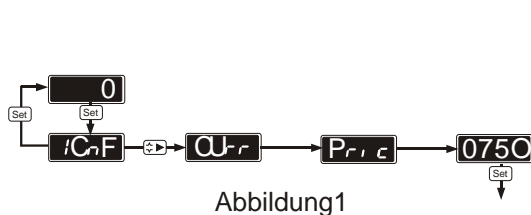

Abbildung1
1) Einstellung des Primärstromes. Da 4 Stellen verfügbar sind wird als Anzeige 75,0A gewählt. Hierfür wird der Wert 0750 eingestellt (der Dezimalpunkt wird im nächsten Schritt eingestellt) siehe Abbildung 1.